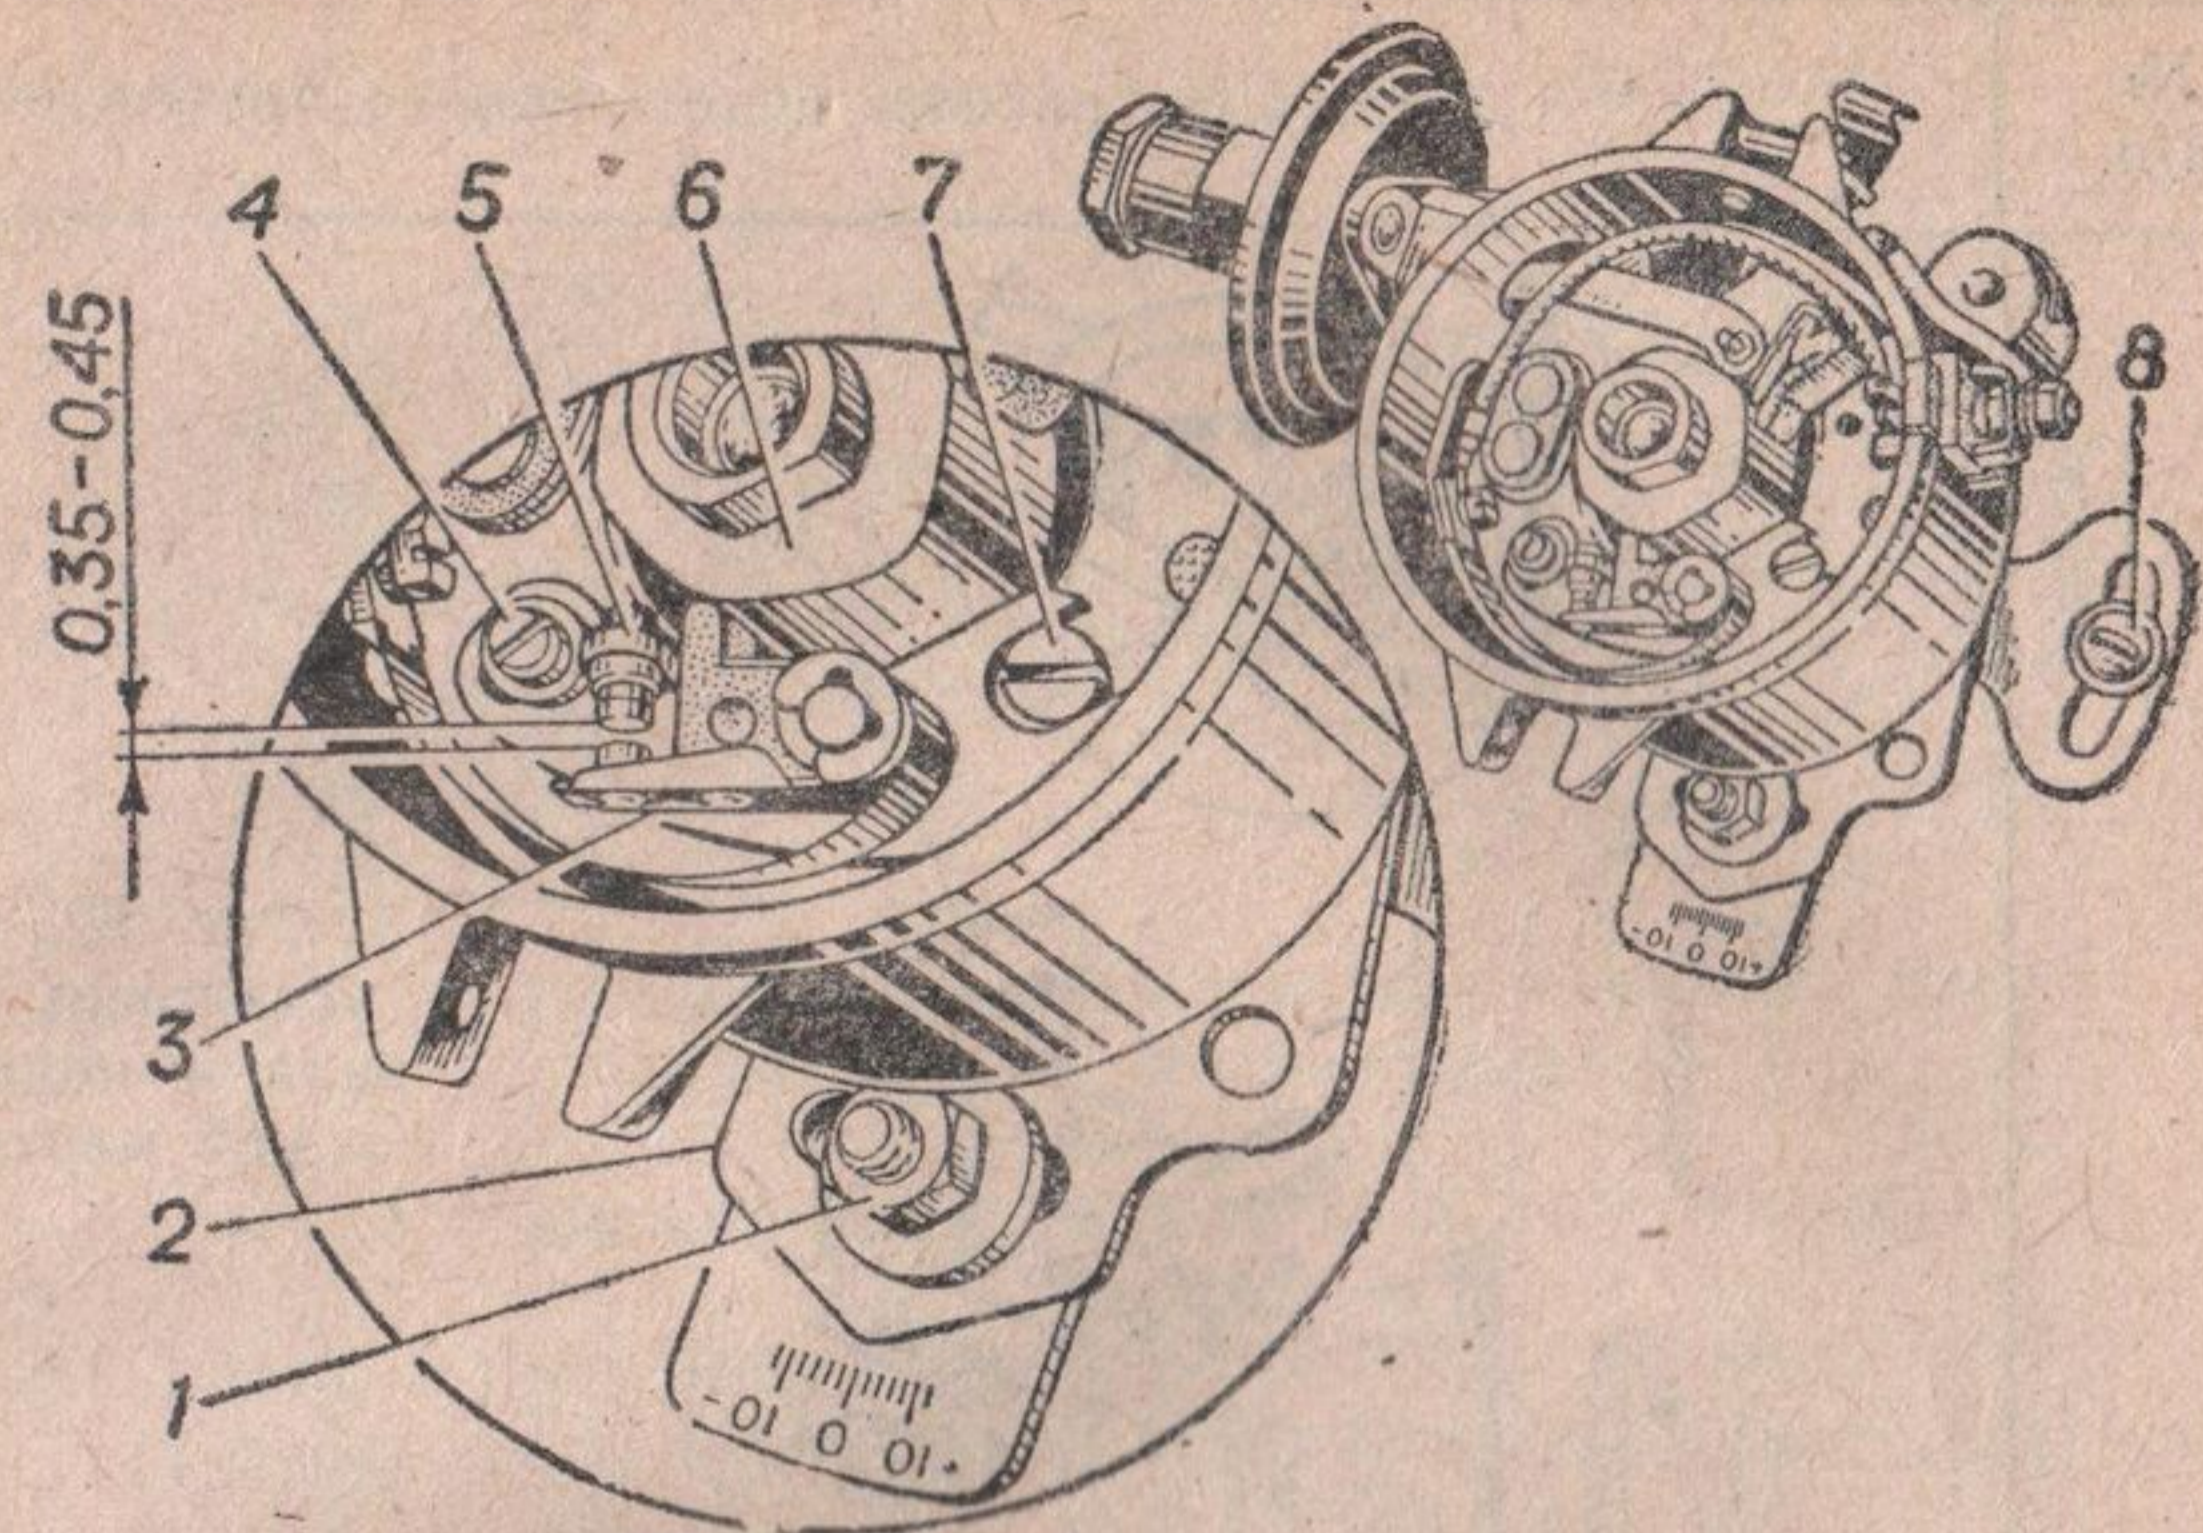

Рис. 51. Распределитель зажигания:
6	Если зазор больше 0,45 мм или меньше 0,35 мм, надо ослабить винт 4 (рис. 51) крепления стойки неподвижного контакта и, вращая эксцентриковый винт 7, установить по щупу нормальный зазор.
- 3 Ослабить гайку 1 (см. рис. 51) и установить указатель октан-корректора 2 на нулевое деление и снова закрепить винт.